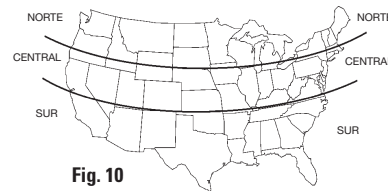

Fig. 10
9. Presione + para seleccionar su zona. Consulte la Fig. 10.